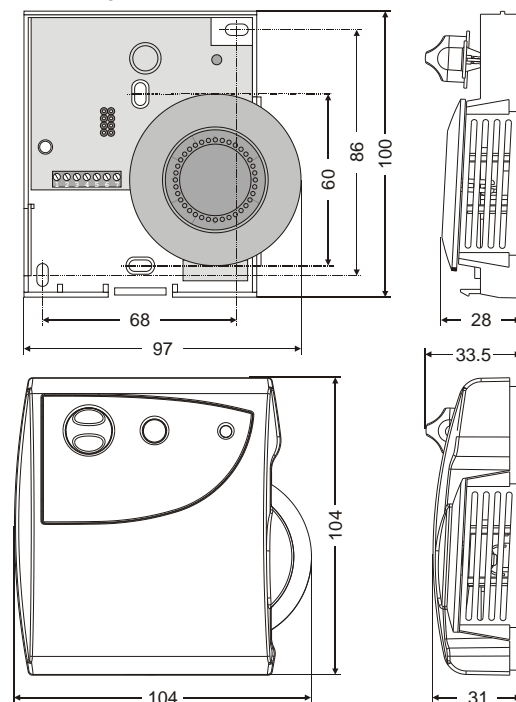

Fig. 2. Boorgaten en afmetingen (mm)
Het wandmodule kan met schroeven van 3,5 mm worden gemonteerd op een 60 mm muurdoos of direct op de wand. (zie Fig. 2). Wanneer het module direct op de wand wordt aangebracht, dient men schroeven te gebruiken die zijn afgestemd op het materiaal van de wand.
Zie Fig. 2 voor boorgaten en montageafmetingen (afgebeeld zijn de CLCM5T en 6T. De maten gelden voor alle uitvoeringen).
3. Monteer de wandmodule op de aansluitdoos, of boorgaten in de muur, volgens de maten in Fig. 2 en bevestig het wandmodule met de juiste schroeven.